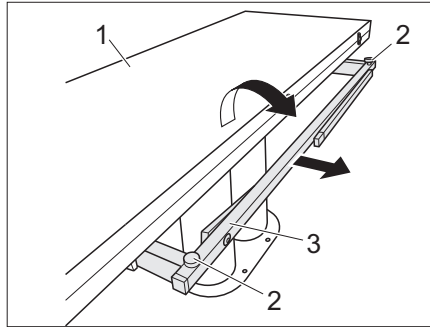

Fig. 107 Agrandir la table
- Sortir l'infrastructure de la table (Fig. 107,3).
- Déplier la moitié de table (Fig. 107,1).
- Régler la hauteur souhaitée du plateau de la table à l'aide des deux vis de réglage (Fig. 107,2).